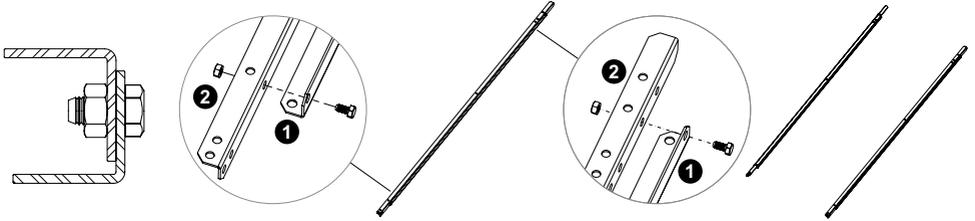

Figura 2.12
- 1 Avvitare la barra 1 alla barra 2, utilizzando i bulloni M8 e i dadi inclusi nella confezione (Figura 2.12). Ripetere il passaggio anche per la seconda coppia di barre.